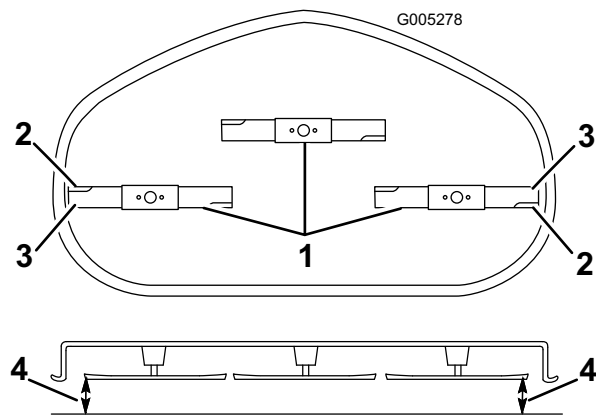

Figure 40
5. Tournez prudemment les lames pour qu'elles soient parallèles dans le sens transversal (Figure 40). Mesurez la distance entre les tranchants extérieurs et le sol plat (Figure 40). Si les deux mesures diffèrent de plus de 5 mm, un réglage s'impose. Poursuivez la procédure.
6. Mesurez la distance entre les tranchants extérieurs et le sol plat (Figure 40). Si les deux mesures diffèrent de plus de 5 mm, un réglage s'impose. Poursuivez la procédure.